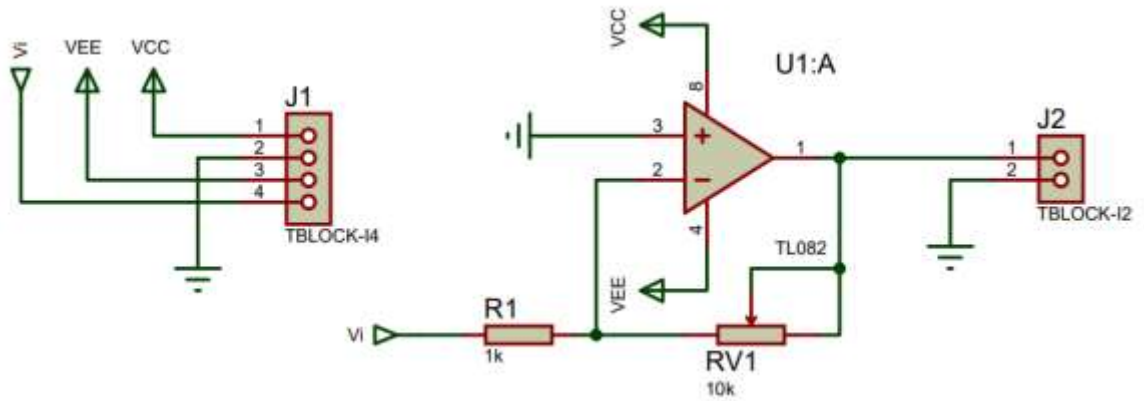

Figura 1. Esquemático del circuito a implementar físicamente.
1. Realice el diseño del PCB del circuito de la figura 1.